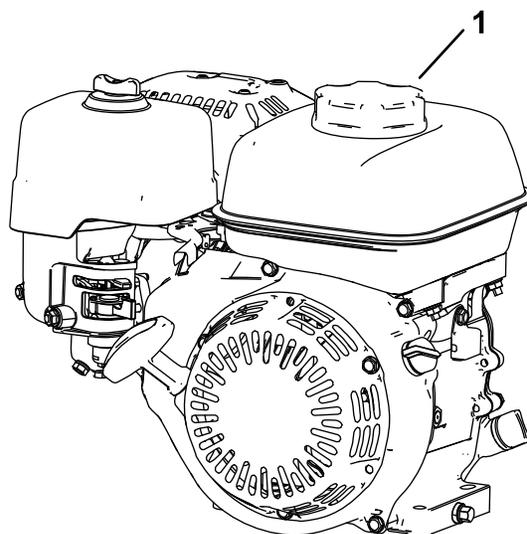

図 17
- 燃料キャップ 図 17 の周囲をきれいに拭いてからキャップを外す。給油は、タンクの首の根元までとしてください エンジンの オペレーターズマニュアル を参照。